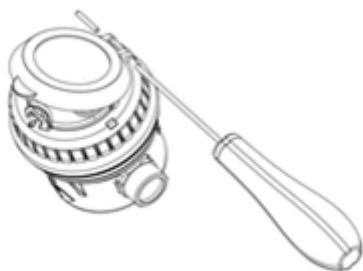

fig.4
- If there is a cover on the meter, take it off by pushing out the hinge pin (fig.4). If the cover does not have a metal hinge, remove it by hand.
- *En cas de présence du couvercle sur le compteur, déposer celui-ci en chassant l'axe de charnière (fig.4). Sur les versions non équipées d'axe charnière, le couvercle peut être enlevé manuellement sans outils.*